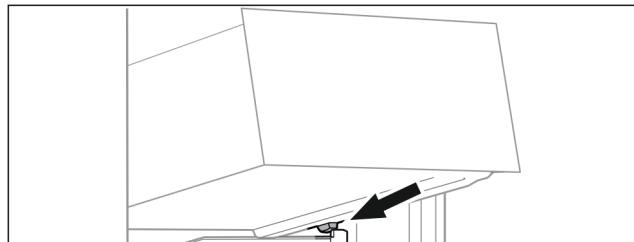

Fig. 15
- Поставете чекмеджето под ъгъл зад ограничителите върху реброто на съда Fig. 15 () .